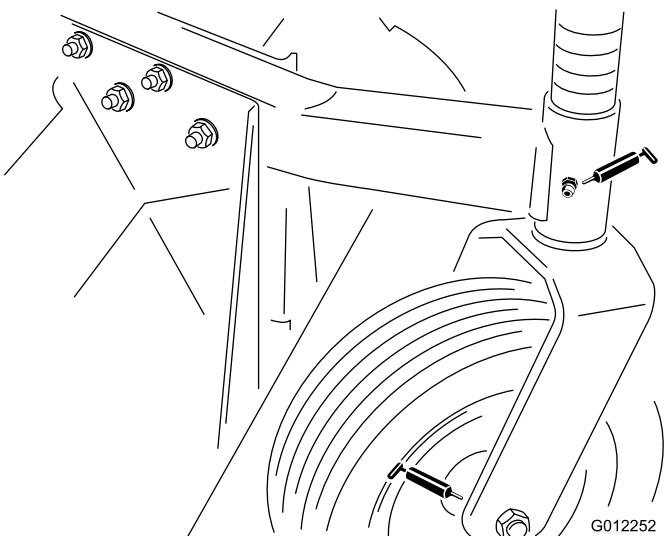
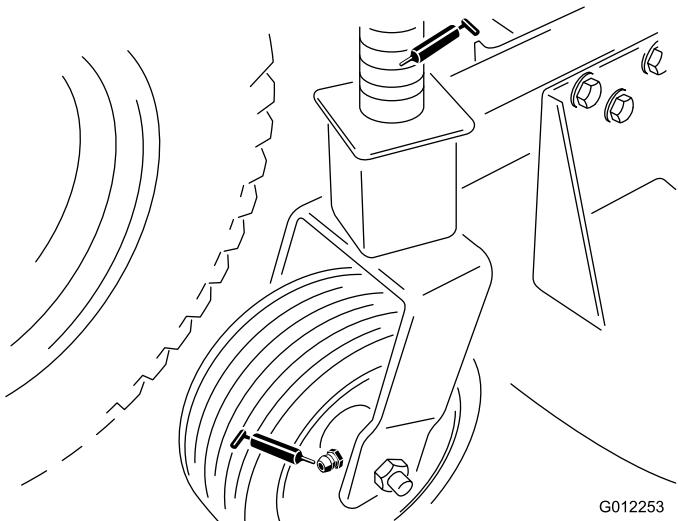

図 15
図 16
- 前キャスターのスピンドルブッシュ（図 15）
- キャスタホイールのベアリング（図 15と図 16）
フトにリチウム系汎用2号グリスまたはモリブデンベースのグリスを塗ってください（図 16）。